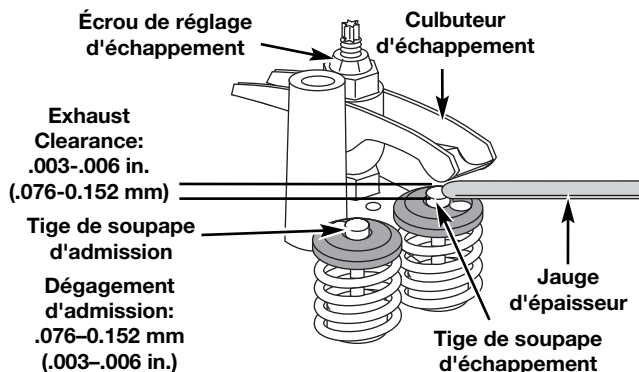

Fig. 35
L'écart de jeu recommandé pour l'admission est de 0,076 – 0,152 mm (0,003 – 0,006 po). L'écart de jeu recommandé pour l'échappement est de 0,330 – 0,406 mm (0,013 – 0,016 po). Servez-vous d'une jauge d'épaisseur d'automobile standard de 0,127 et 0,381 mm (0,005 et 0,015 po). La jauge d'épaisseur devrait pouvoir glisser entre le culbuteur et la tige de soupape en rencontrant une faible résistance mais sans coller (Fig. 35).
- a. Tournez l'écrou de réglage à l'aide d'une clé de 8 mm (5/16 po) ou d'un tournevis à embout hexagonal (Fig. 35).